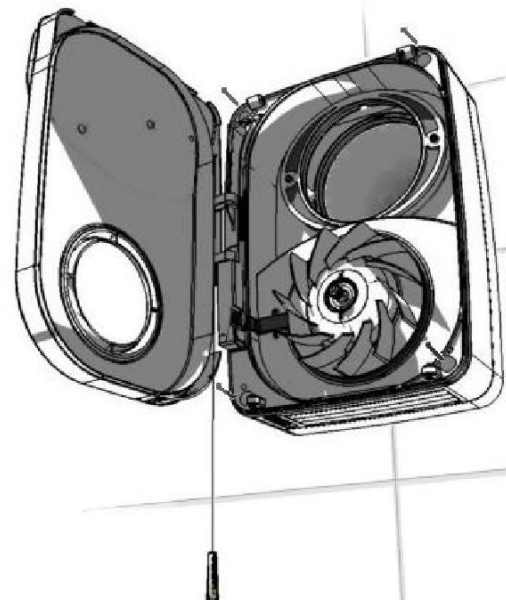

Fig.9
- 7) Bevestig chassis aan de muur aan de hand van 4 bevestigingsschroeven terwijl u voorzichtig de opening achterin de Tempra op gelijke hoogte brengt met de muurkoker. (Fig. 9)